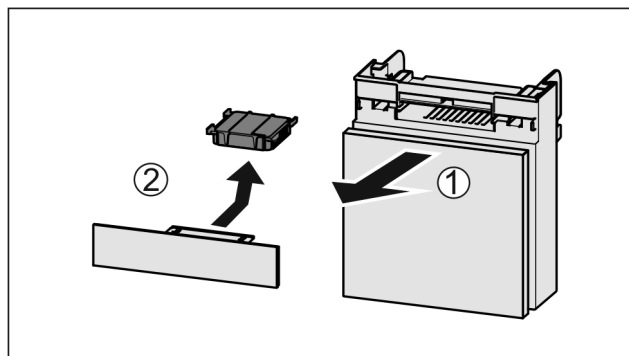

Fig. 62
- ▶ Estrarre il vano tirando in avanti Fig. 62 (1).
- ▶ Rimuovere il filtro a carboni attivi Fig. 62 (2).